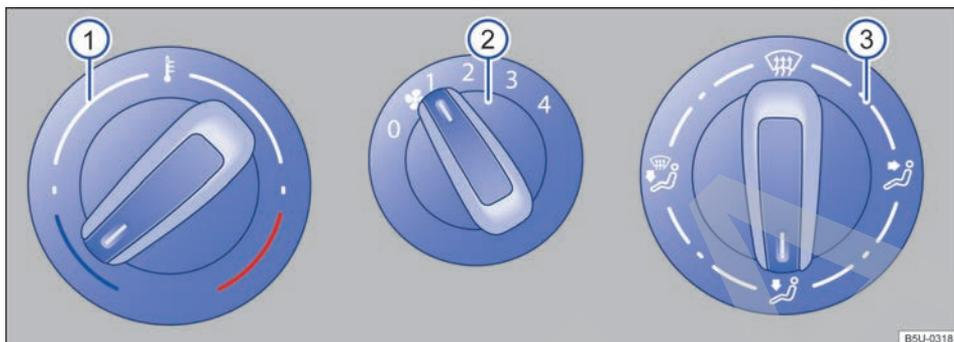
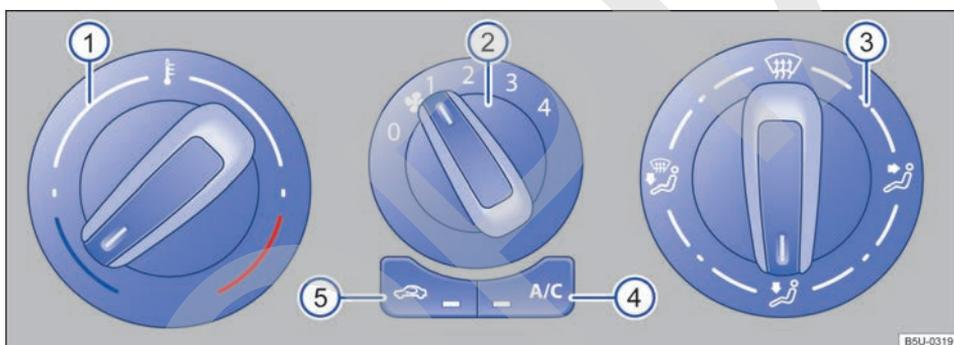

Fig. 127 Comandos del sistema de ventilación y calefacción.
Fig. 128 Comandos del aire acondicionado.
Información complementaria del sistema de ventilación y calefacción → fig. 127 y climatizador → fig. 128.
Comandos	Información complementaria del sistema de ventilación y calefacción → fig. 127 y climatizador → fig. 128 .
- En vehículos con sistema de calefacción, girar el regulador de temperatura → fig. 127 totalmente hacia la derecha, a la posición máxima de calefacción.
- Girar el botón de distribución de aire → fig. 128 ③ a la posición , en esta posición el modo de recirculación de aire se apaga automáticamente.
- Girar el botón del ventilador ② al nivel 3 o 4.
- Girar el regulador de temperatura ① a la posición deseada.